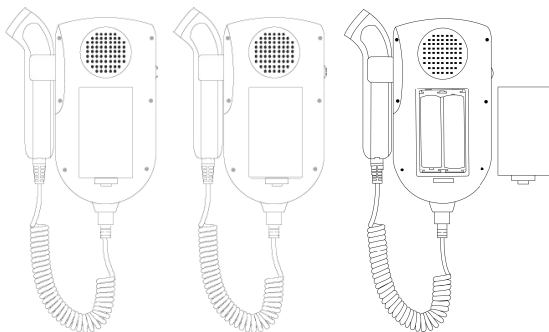

Fig. 4-2 Remplacement des piles
1. Retourner l'appareil et ouvrir le compartiment des piles. Enlever les vieilles piles (voir Fig. 4-2)